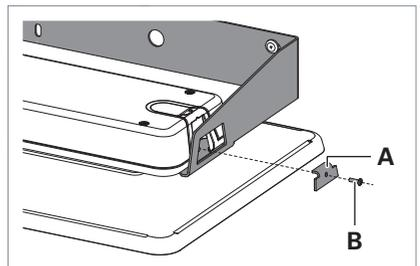

Fig. 7: Winkel an Wandhalterung schrauben.
- ▶ Schrauben Sie den Winkel **A** mit der Schraube **B** an die Wandhalterung, siehe Fig. 7.